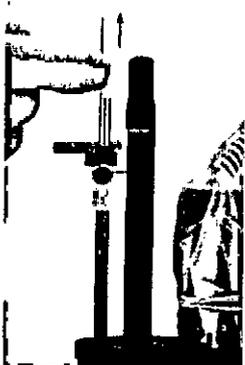

Figura 63
7. Retire el estilete o estiletes (Ver Figura 63)